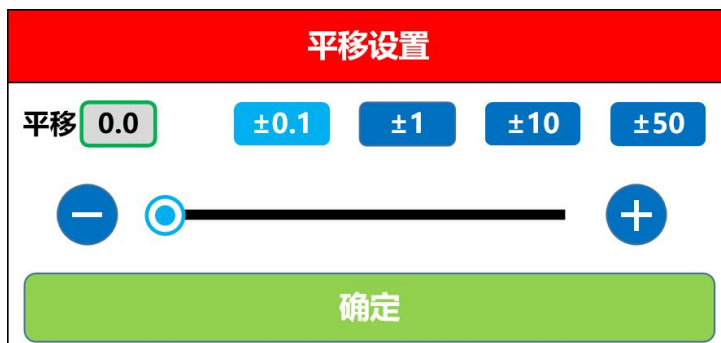

图 2.4 平移参数设置界面
4) 点击参数调节区中的【范围】、【平移】等参数键，仪器会弹出对应参数的设置界面，例如：图 2.4 所示为平移参数设置界面。在参数设置界面中，用